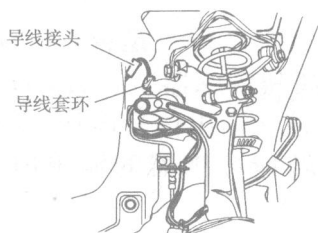

图 2-3 拆卸前轮转速传感器导线
① 松开车轮螺栓。
② 举升车辆。
③ 拆卸车轮。
④ 松开车轮罩壳内的导线套环, 拔下车轮转速传感器导线接头, 从支架上松开车轮转速传感器导线, 如图 2-3 所示。